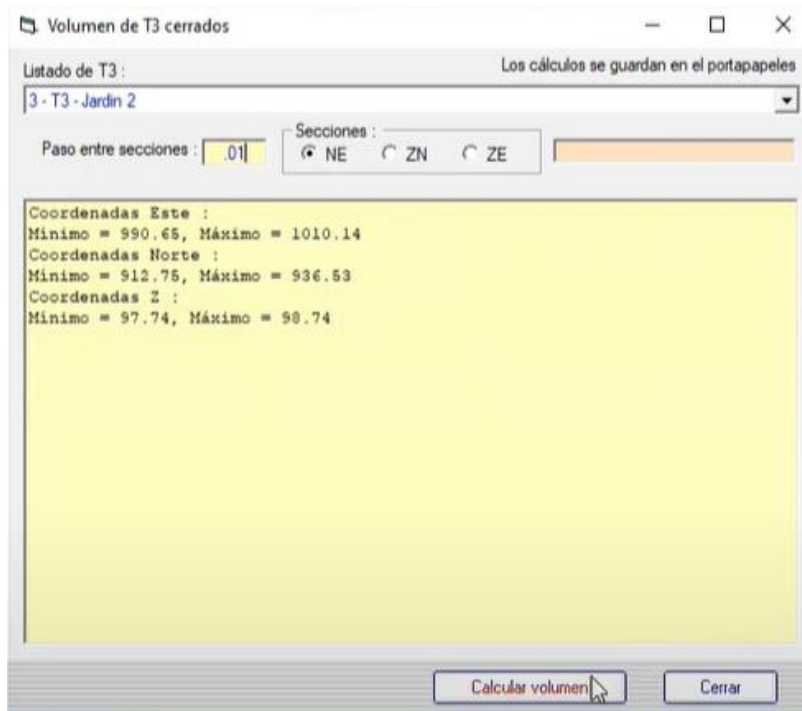

Figura 435. Cálculo de volumen.
68. En la ventana emergente, seleccionar el enmallado cerrado que corresponde al montículo, introducir un valor de “0.01” para que el intervalo entre secciones sea de 1 cm y seleccionar “NE” para que las secciones las genere en ese plano. Presionar “Calcular volumen”. Figura 435.